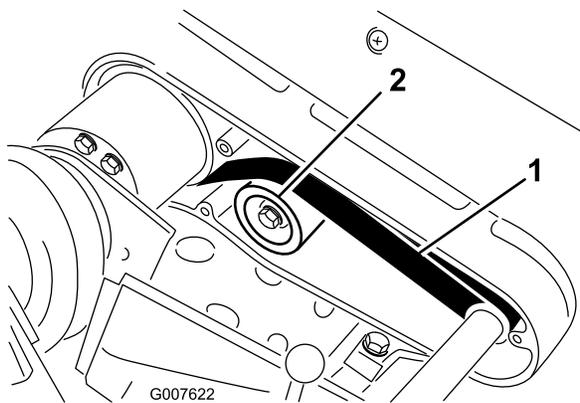

図 38
2. プリー間の中央部で 図 38、2.32.7kg 程度の力でベルトを指で押しつけて張りを点検する。
- A. アイドラプリー固定ナットをゆるめ、プリーをベルトの背に押しつけて、適当な張りを出す 図 38。